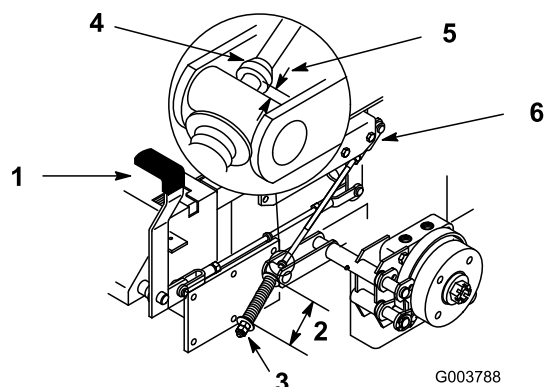

Figure 53
Les rondelles doivent être espacées de 70 mm (2-3/4") (Figure 53).
3. Si un réglage est requis, desserrez l'écrou de blocage situé sous le ressort et serrez l'écrou directement au-dessous de la chape (Figure 53). Modifiez le serrage de l'écrou jusqu'à ce que le ressort ait la longueur voulue. Serrez les deux écrous ensemble et répétez la procédure de l'autre côté de la machine.
Elle doit être comprise entre 5 et 7 mm (3/16-1/4") (Figure 53).
7. Si un réglage est requis, desserrez l'écrou de blocage situé juste au-dessous de la chape. Tournez la tige inférieure jusqu'à obtention de l'écart voulu (Figure 53). Serrez l'écrou de blocage à la chape.